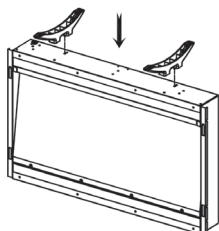

Abbildung 8
- Stecken Sie die beiden Kunststoff-Standfüße in die richtigen Löcher an der Unterseite des Kamingehäuses (siehe Abbildung 8).